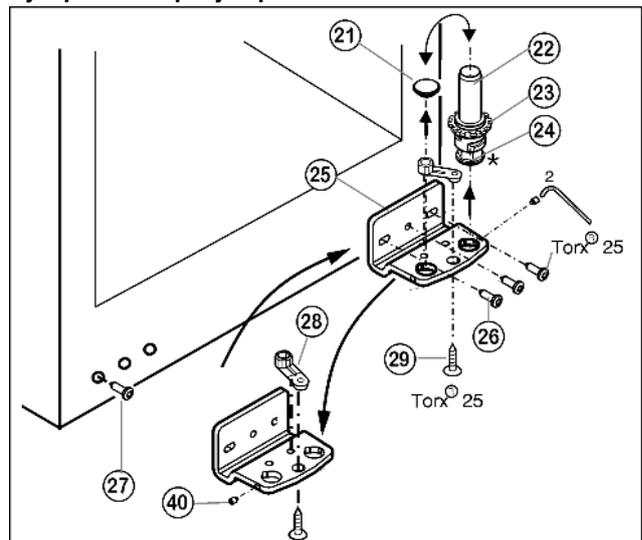

Fig. 6
- ▶ Отвинтите установочный винт Fig. 6 (40) приблизительно на один оборот прилагаемым торцевым ключом.
- ▶ Извлеките опорный винт Fig. 6 (22) в комплекте с шайбой Fig. 6 (23) и регулируемой опорой* Fig. 6 (24), вывинчивая его вверх.
- ▶ Снимите пробку Fig. 6 (21).
- ▶ Открутите Fig. 6 (26) опорный кронштейн Fig. 6 (25).
- ▶ Полностью выкрутите установочный винт Fig. 6 (40) и вкрутите на противоположной стороне на нижнем опорном кронштейне, чтобы он был заподлицо с этим кронштейном.
- ▶ Открутите Fig. 6 (29) опорную деталь Fig. 6 (28) и, переставив в отверстие на противоположной стороне опорного кронштейна, снова прикрутите.
- ▶ Переставьте пробку Fig. 6 (21) в свободное отверстие.
- ▶ Выкрутите болт Fig. 6 (27) и переставьте его на противоположную сторону.
- ▶ Снова прикрутите опорный кронштейн Fig. 6 (25) на новой стороне шарнира (**с моментом 4 Нм**). При необходимости используйте аккумуляторный шуруповерт.
- ▶ Вновь установите опорный винт Fig. 6 (22) в комплекте с шайбой и регулируемой опорой*.
- ▶ Затяните установочный винт Fig. 6 (40).
- ▶ Установите дверцу сверху на нижний опорный палец Fig. 6 (22).
- ▶ При необходимости выровняйте дверцы через два продольных паза в нижнем опорном кронштейне Fig. 6 (25) параллельно корпусу устройства. Для этого выкрутите средний винт.